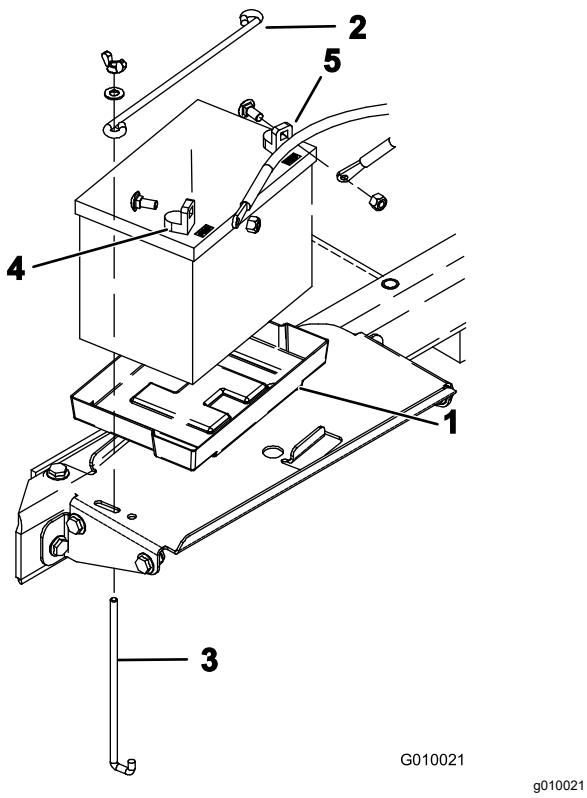

Bild 49
- A. Entfernen Sie die Batteriehalterung und die Klemmstangen, mit denen die Batterie im Batteriefach befestigt ist (Bild 49).
- Setzen Sie die Batterie in das Batteriefach ein, wie in Bild 49 dargestellt.